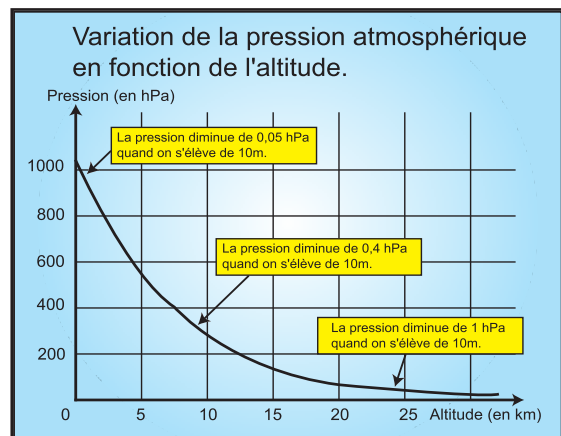

Fig .8
La valeur de la pression atmosphérique au niveau de la mer est de l'ordre de 1 bar, soit 1000 hPa. Quand on transporte un baromètre du niveau de la mer à un endroit situé à une altitude élevée, il indique une valeur de la pression atmosphérique inférieure. Les services de la météo envoient en altitude des ballons-sondes avec des baromètres enregistreurs perfectionnés couplés à un radar pour la détermination de l'altitude du ballon à chaque instant. On obtient de la sorte un enregistrement des variations de la pression atmosphérique en fonction de l'altitude comme celui de la figure 8 qui montre que :
- Elle **diminue** avec l'altitude : à 5600 m, sa valeur n'est plus que la moitié de celle au sol. (Fig.8)